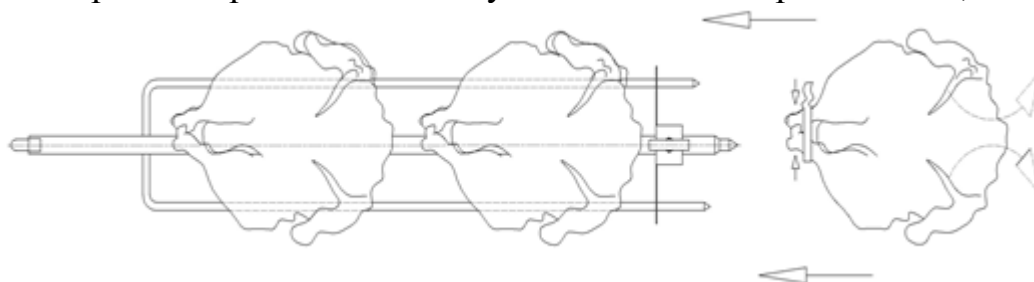

Рисунок 2
8.5 Насадить на шампур заранее подготовленные куриные тушки в соответствии с рис. 2. Предельный вес тушки не должен превышать 1,2 кг.